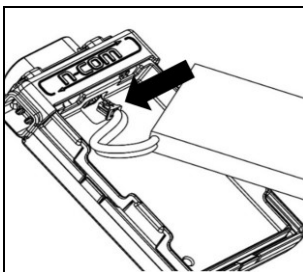

Fig. 2
- Forbind batteriets stikforbindelse til den pågældende modpart (Fig. 2), og sørg for at overholde den korrekte indføjringsretning. Anvend om nødvendigt redskabet med fladt hoved (medfølgende) for at indføre batteriets stikforbindelse fuldstændigt i den pågældende modpart.